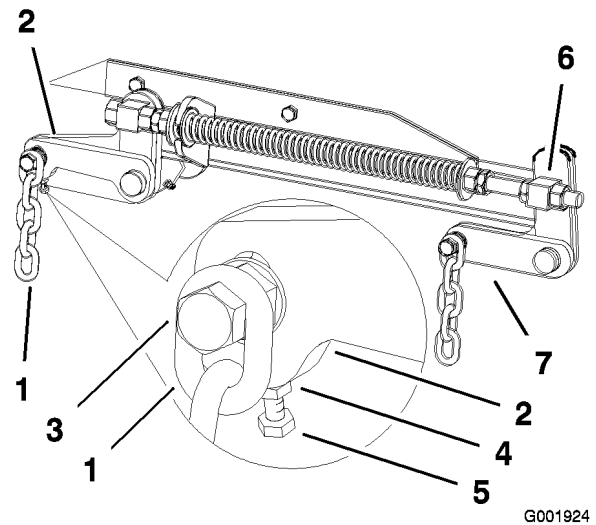

Figure 57
7. Si la distance mesurée au point **B** ou **C** n'est pas correcte, desserrez le boulon de fixation de la chaîne arrière au bras de support arrière (Figure 57).
8. Desserrez l'écrou de blocage sous le bras de support arrière et agissez sur le boulon de réglage de manière à obtenir une distance de 79 à 83 mm (3-1/8 à 3-1/4 po) (Figure 57).
7. Desserrez d'environ 13 mm (1/2 po) les écrous de blocage à l'avant des pivots avant gauche et droit (Figure 57).
8. Réglez les écrous de relevage sur les côtés gauche et droit de la machine de manière à abaisser l'avant de 6 à 10 mm (1/4 à 3/8 po) au point **A** par rapport au point **B** à l'arrière (Figure 57).